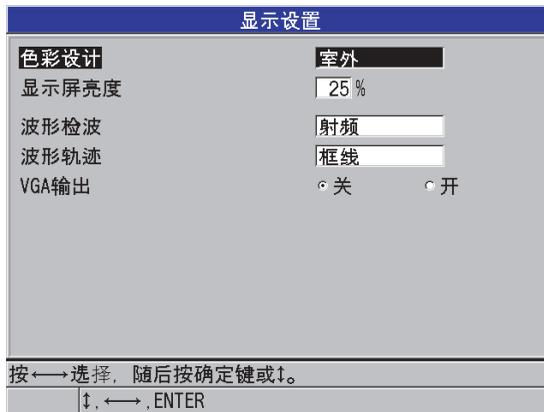

图 4-3 显示设置屏幕
2. 在**显示设置**屏幕中 (参见第 48 页的图 4-3), 为以下参数选择想要的参数和值: